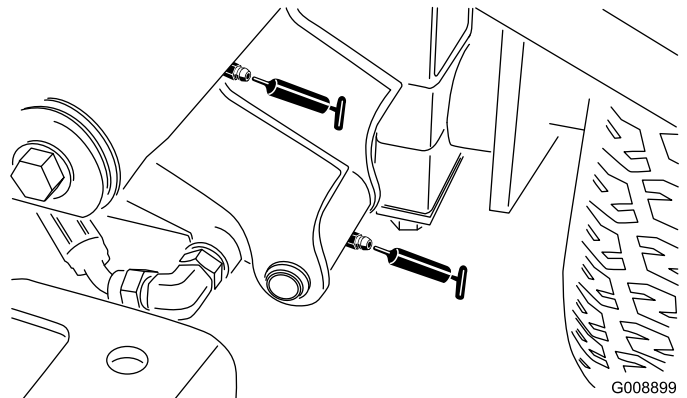

図 34
- ・ 左前昇降アームのピボット昇降シリンダ（2ヶ所）（図 34）